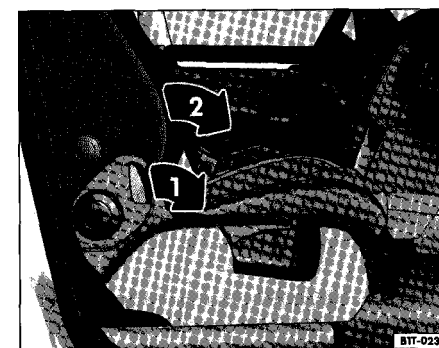

Fig. 55 Schema de principe : escamotage du dossier de siege du passager avant
- Deverrouillez le dossier de siege du passager avant dans le sens de la fleche fig. 55 .